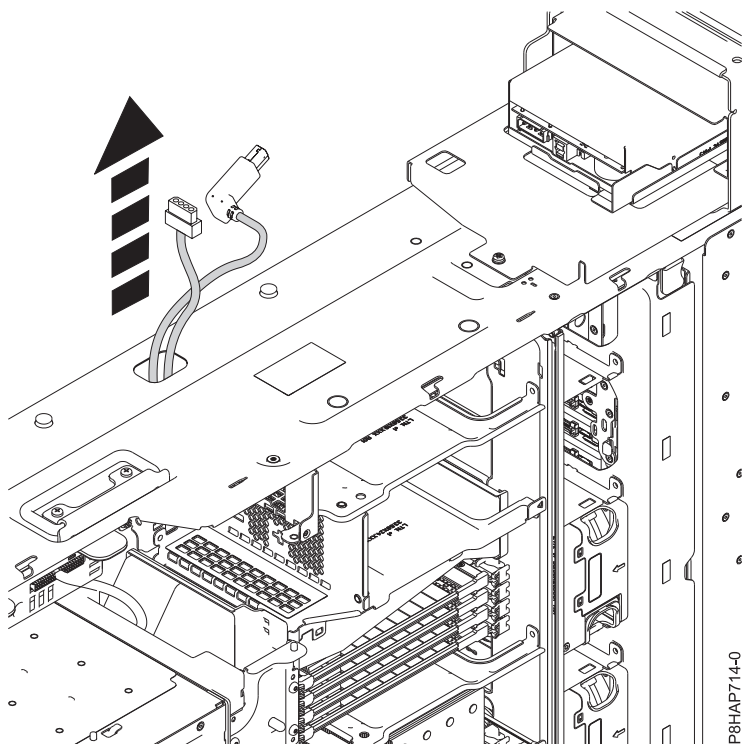

図 69. 内部 RDX ドッキング・ステーション (FC EUA3) USB ケーブルおよび電源ケーブルの配線
4. 88 ページの図 69 に示すように、内部 RDX ドッキング・ステーション (FC EUA3) USB ケーブルおよび電源ケーブルをシャーシのケーブル管理孔の側面を通して上に配線します。